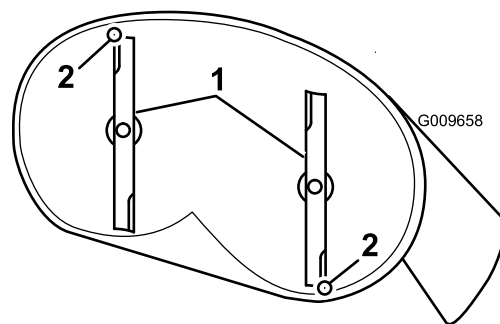
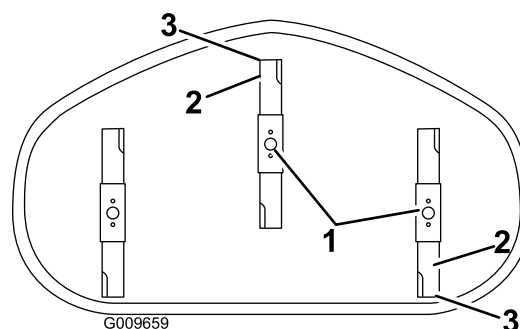

Figure 65
Figure 66
4. Faites pivoter les lames avec précaution pour faire passer les pointes avant à l'arrière (Figure 65 et Figure 66).
5. Mesurez la distance entre la pointe de la lame avant et la pointe de la lame arrière par rapport à la surface plane (Figure 65 et Figure 66).
9. Une fois le réglage effectué, vérifiez à nouveau l'inclinaison avant/arrière des lames ; continuez d'ajuster l'écrou jusqu'à ce que la pointe avant de la lame soit de 1,5 à 8 mm plus bas que la pointe arrière (Figure 65 et Figure 66).